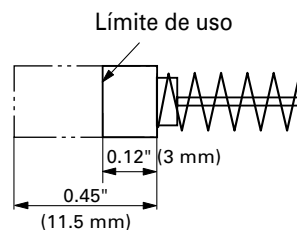

Fig. 18
4. Inspección de las escobillas de carbón (Fig. 18)